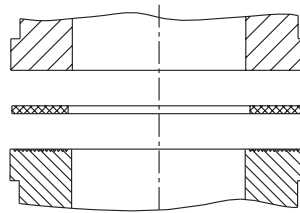

图 8
- 如果接头不带槽，必须使用弹性平垫，否则连接处渗漏（见图 8）。